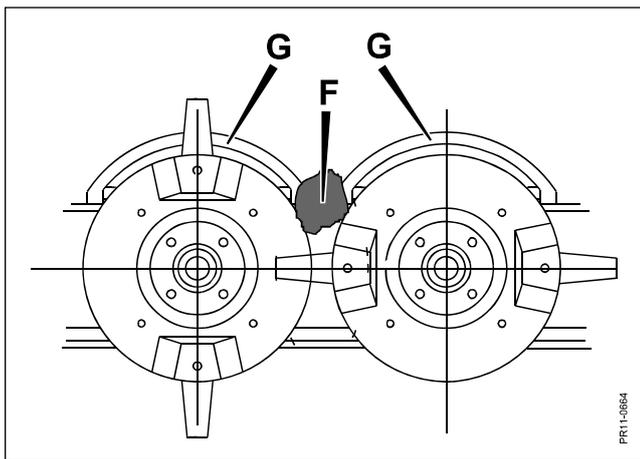

Fig. 3-6
**Fig. 3-6** Die Maschine hat als Standard runde Scheiben. Diese Form von Scheiben sichert, daß es immer denselben Abstand zwischen zwei Scheiben gibt, wobei es für Fremdkörper **F** nicht möglich ist, sich zwischen den Scheiben zu keilen, und dabei die rotierende Bewegung der Scheiben zu blockieren.